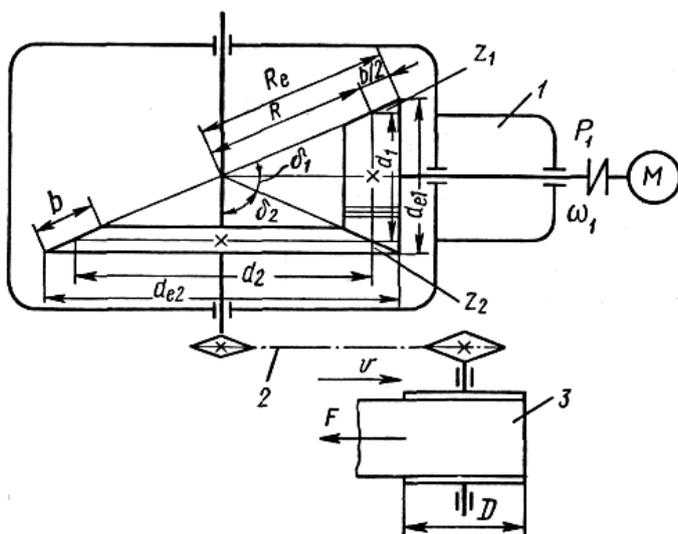

Рисунок 9. (к задачам 64, 78):
**Задача 64.** Рассчитать коническую прямозубую передачу редуктора привода ленточного транспортера (рис. 9) и проверить передачу на контактную усталость рабочих поверхностей зубьев, если мощность на ведущем валу редуктора  $P_1$  и угловая скорость вала  $\omega_1$ . Передаточное число редуктора  $u$ . Редуктор нереверсивный, предназначенный для длительной работы при постоянной нагрузке. Данные своего варианта принять по табл. 9.
**Задача 78.** Рассчитать передачу однорядной роликовой цепью от редуктора к ленточному транспортеру (см. рис. 9). Тяговая сила ленты  $F$ , скорость ленты  $v$ , диаметр барабанов  $D$ . Передаточное число  $u$ . Межосевое расстояние  $a = 40r$ . Нагрузка с небольшими толчками. Смазка цепи непрерывная. Передача горизонтальная. Регулирование натяжения цепи нажимным роликом. Данные своего варианта принять по табл. 23.